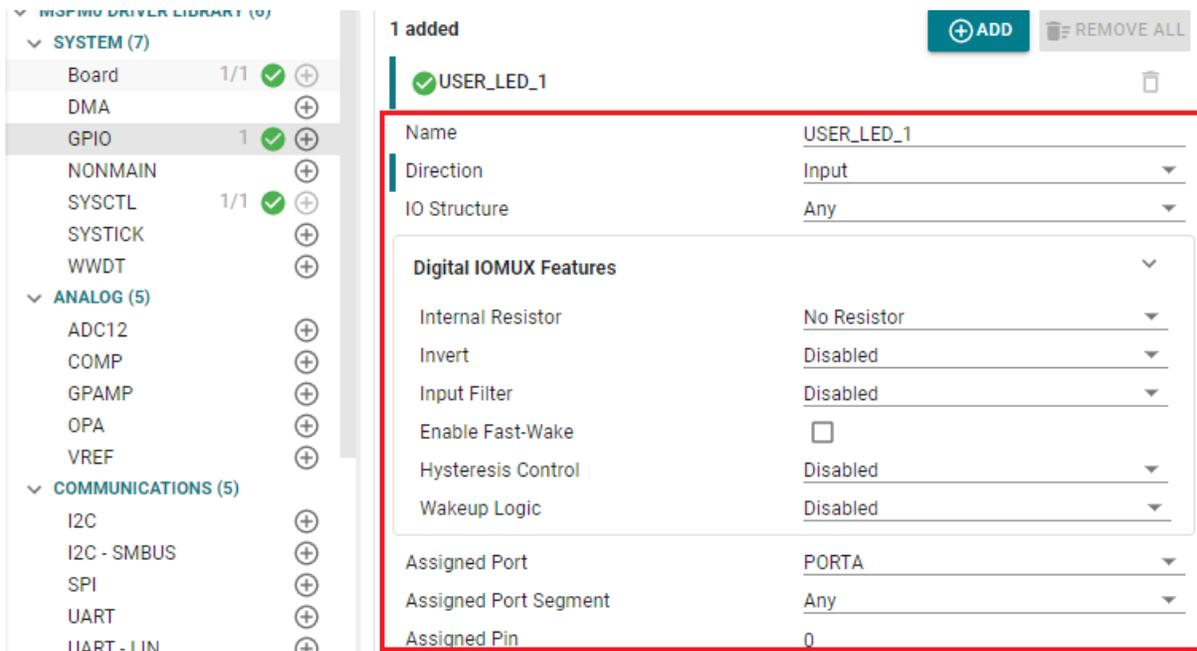

図 2-4. SysConfig 内の GPIO の設定
- SysConfig は、より包括的な設定に対応しています。周辺機器のピンアウトまたは単純な設定のみを設定できる STM8CubeMX とは異なり、SysConfig ではより具体的で詳細な初期化設定を行うことができます。図 2-4 に示すように、SysConfig では、GPIO のタイプのほか、内部プルアップ抵抗やプルダウン抵抗などの機能の設定が可能です。